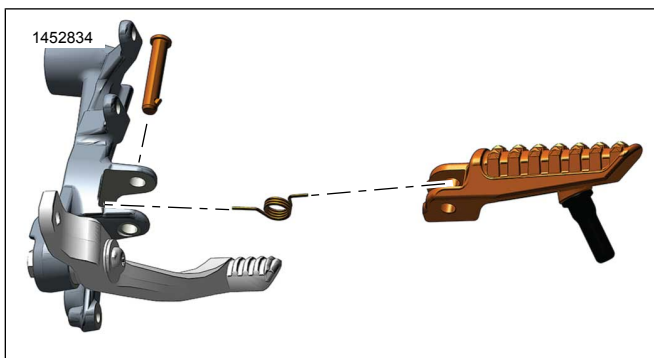
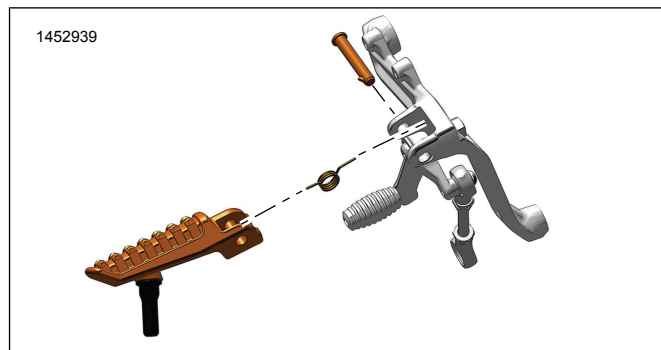

Abbildung 3. Fußraste – Fahrer – rechts
Abbildung 4. Fußraste – Fahrer – links
- Die Rückstellfeder (B) der Fußrasten-Baugruppe mit einem Lappen bedecken.
- Siehe Abbildung 3 oder Abbildung 4 . Die Fußrasten-Baugruppe nach außen ziehen und aus der Halterung entfernen.